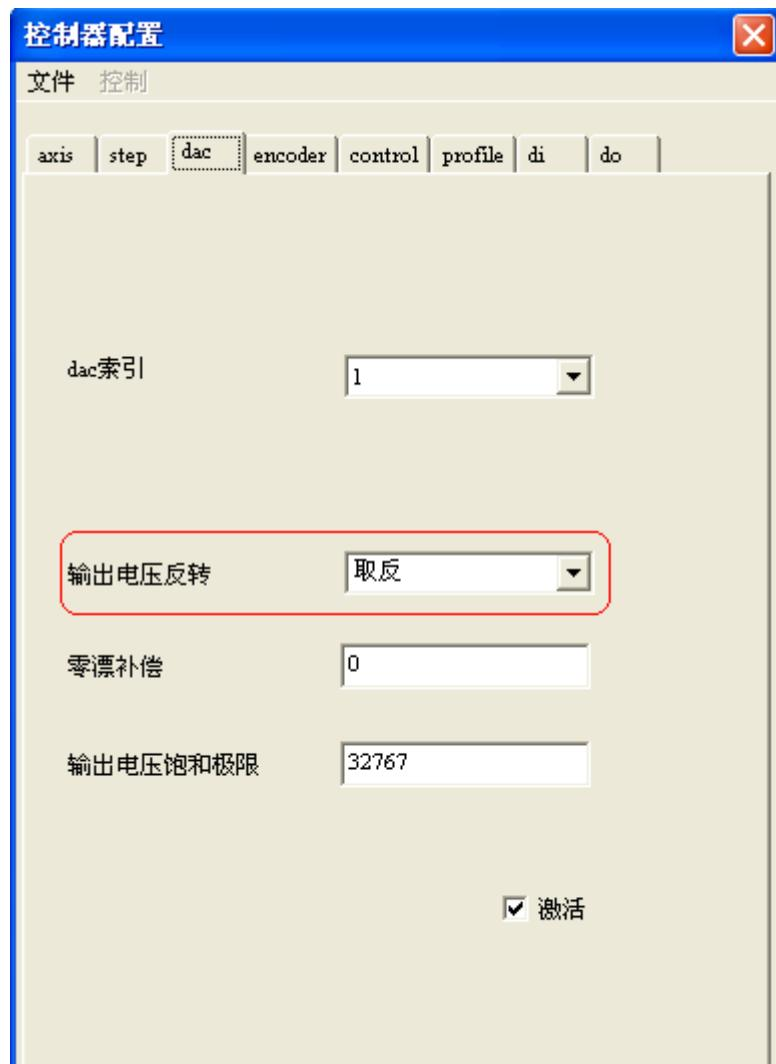

图 4-36 闭环配置示例之 dac 配置界面
- 3) 选择 **dac**（选项来激活模拟电模输出），配置成如图 4-8 所示，也即默认配置。如果电机正反馈，可以通过修改‘输出电压反转’，使电机控制正常，如图 4-36 所示。